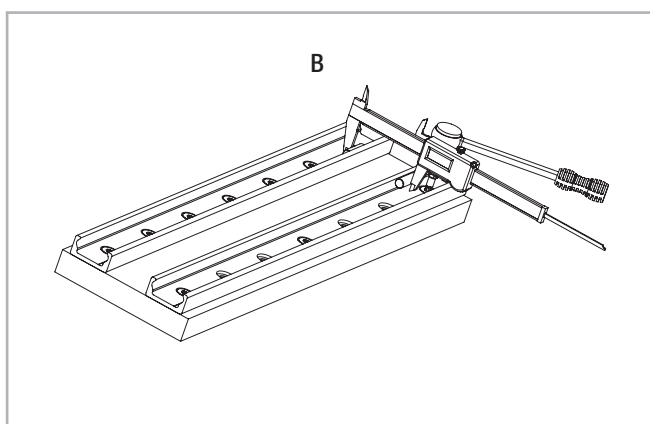

Рис. 166
(3) Затянуть винты на конце "В" второй направляющей (рис. 166), убедившись, что на этом конце расстояние между рабочими поверхностями (дорожками качения) обеих направляющих не превышает измеренного ранее на конце "А", и при этом находится в пределах допусков (см. стр. CR-95, Табл. 79).